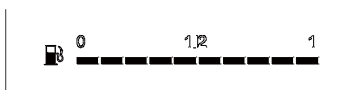

Figura 3-4 Nível do óleo indicado no display combinado
- b) Verifique a reserva de combustível no display combinado, como mostrado na Figura 3-4.